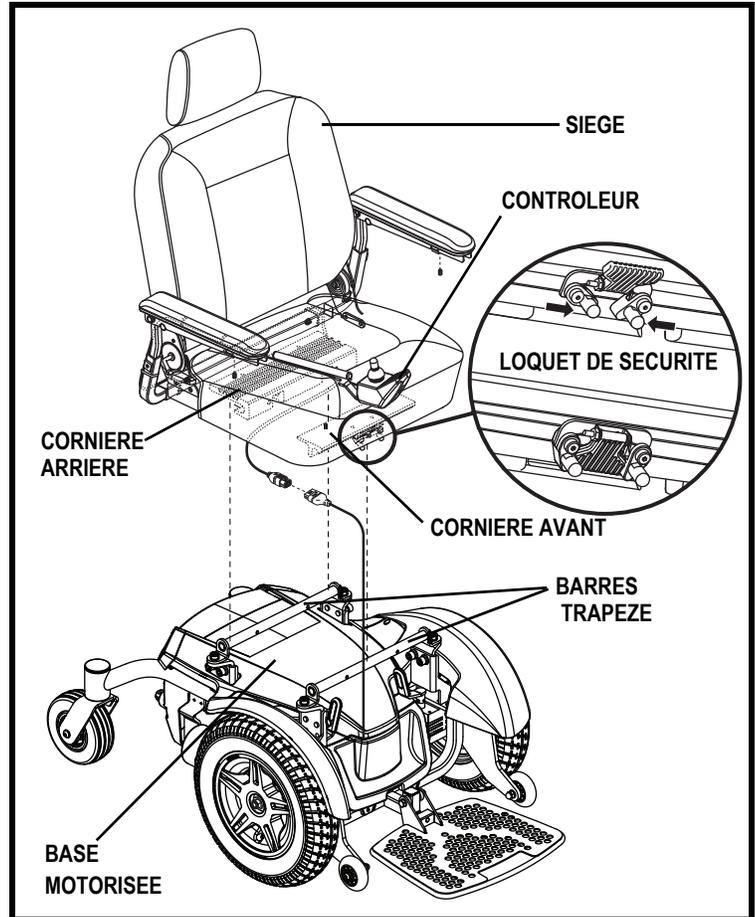

Figure 6. Siège et module de commande
Il se peut que vous ayez à installer le siège avant la première utilisation ou après avoir transporté votre fauteuil motorisé. La plupart des sièges sont fixés à la base à l'aide du «Système de Montage Universel» (SMU). Le système de montage universel (SMU) est composé de pièces compatibles au siège sans égard à la largeur ou à la profondeur du siège. Les composants principales sont deux cornières en aluminum montées sous le siège. Celles-ci se fixent sur la paire de barres trapèze fixées sur la base motorisée. **Voir la figure 6.**
1. Inclinez le siège vers l'arrière et glissez la cornière arrière sur la barre trapèze arrière. **Voir la figure 6.**
4. Basculez le loquet du siège vers le haut. **Voir la figure 6.**
7. Desserrez les ferrures qui retiennent la barre trapèze sur les ensembles soudés de l'interface du siège. **Voir la figures 6 et 8.**